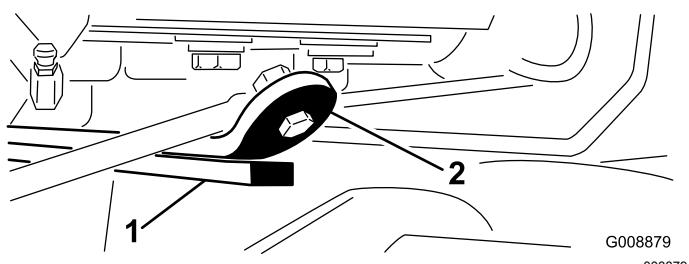

Figure 14
- 3. Mettez le moteur en marche, relevez les plateaux de coupe et vérifiez que l'écartement entre le segment d'usure sur le dessus de la barre d'usure du plateau arrière et la bride de butée est compris entre 0,51 et 2,54 mm (Figure 14).